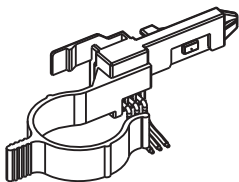

Fig. 65
13.18 DHW Flow Sensor ('Hall Effect' Sensor) (Fig. 65)